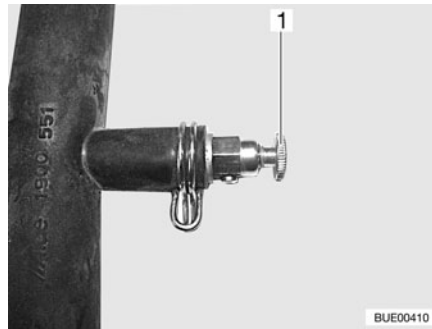

Fig. 199 Válvula de purga de la calefacción de agua caliente
- Abrir la válvula de purga (Fig. 199,1) y dejarla abierta hasta que deje de salir aire.